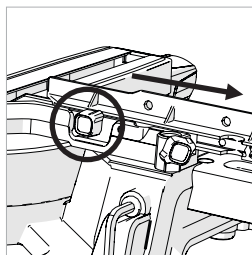

Fig. 28
- Lossa på tumskruven. (Fig. 28)